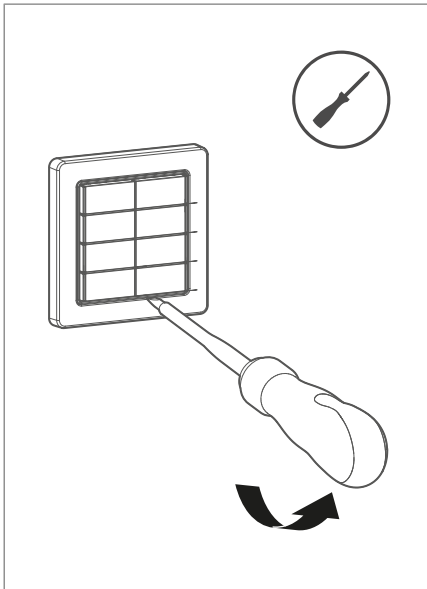

Bild 18: Tasten entfernen
① Tasten vom Tastsensormodul entfernen (siehe Bild 18).